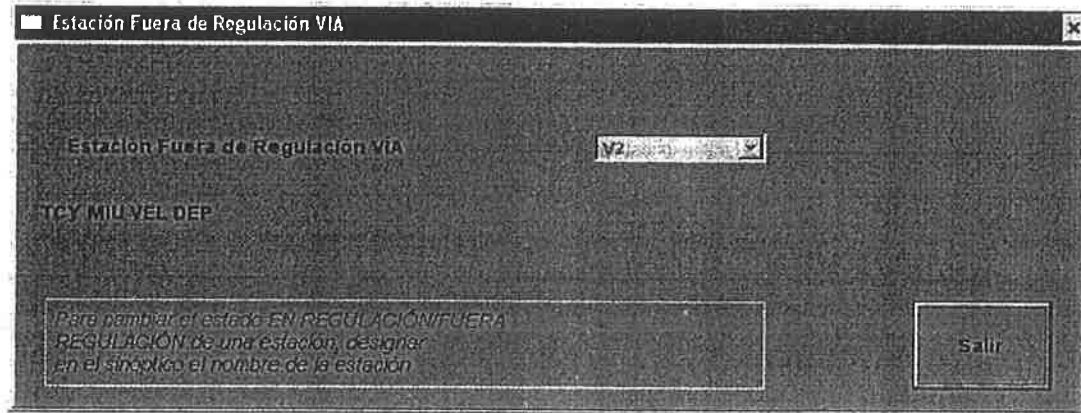

Fig. 5. Ventana " Estación Fuera de Regulación "
• Seleccionar el botón “ Estación Fuera Reg. ” (ver Fig 5)	La ventana “ Estación Fuera Regulación ” aparece en la pantalla.